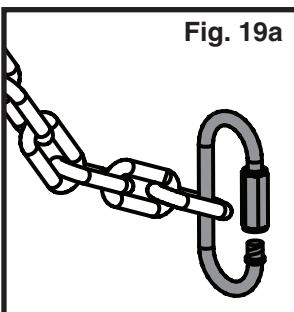

Fig. 19a
1. Attach chains to Quick Links as shown in (Fig. 19a).
1. Coloque cadenas en los eslabones rápidos como se muestra en la (Fig. 19a).
1. Fixez les chaînes aux anneaux de fixation rapide comme illustré à la figure (Fig. 19a).